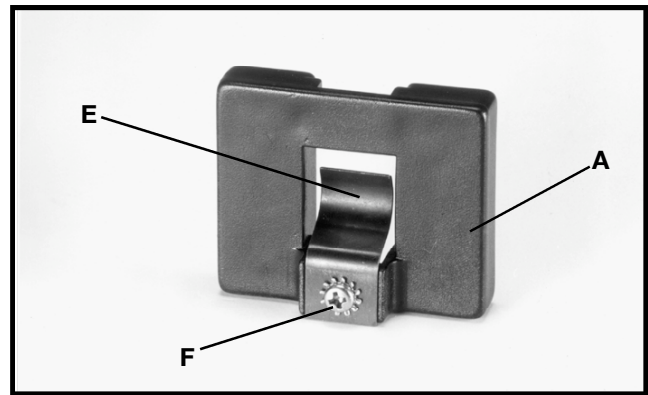
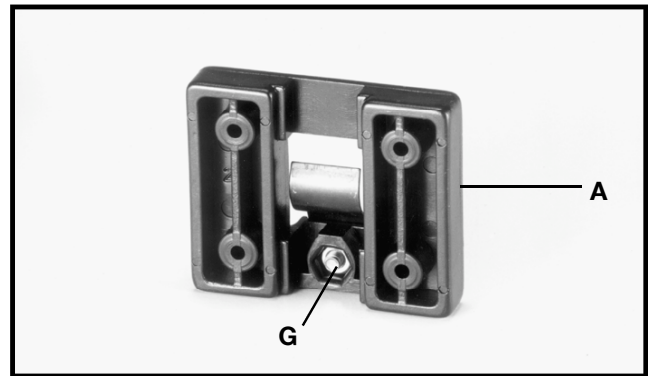

Fig. 24
Fig. 25
1. Assembler l'attache à ressort (E) fig. 24, au porte-guide d'onglet (A) comme indiqué avec une vis cylindrique à dépouille (F) M4x0,7x10 mm, un contre-écrou 4,8 mm (3/16 po) et un écrou hexagonal M4x0,7. **NOTE** : l'écrou hexagonale (G) fig. 25, s'ajustera dans le retrait à l'arrière du porte-guide d'onglet (A) pour fixer solidement l'attache à ressort (E) fig. 24, au porte-guide d'onglet.